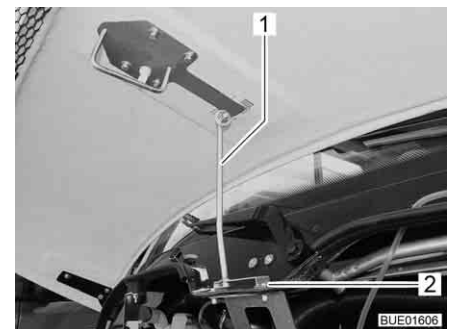

Fig. 42 Puntello cofano motore (Viseo)
- Estrarre il puntello (Fig. 42,1) e agganciarlo nell'attacco (Fig. 42,2).